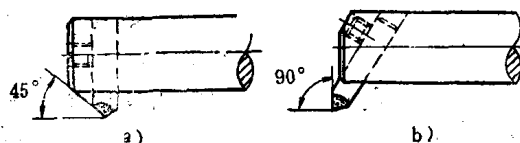
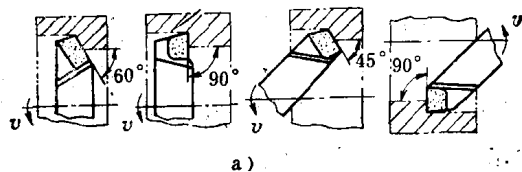

图1-1 单刃镗刀
图1-2 使用单刃镗刀的内孔切削
1) 单刃镗刀 分为加工通孔的单刃镗刀和加工不通孔的单刃镗刀，见图1-1。镗削内孔，一般是将单刃镗刀的刀头固定在镗刀杆上进行切削的。按刀具装夹形式，单刃镗刀还可为直刀头切削（加工通孔和台阶孔）和斜刀头切削（除加工通孔、台阶孔外，还可加工不通孔和平面）两种，见图1-2。